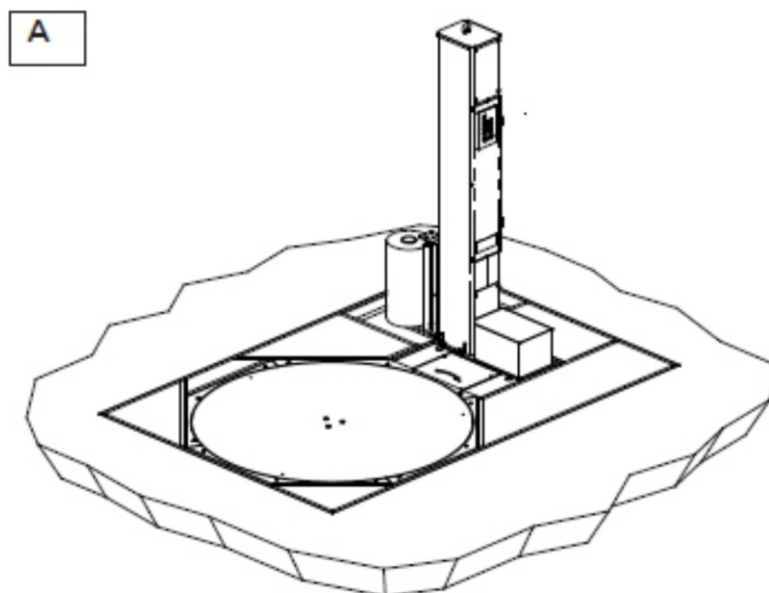

Fig. 2.3
- **recessed A** (Fig. 2.3) for facilitating loading and unloading the pallets as the turntable lies flush with the floor. The customer must prepare a suitably sized hole in the floor for containing the machine in its recessed version.
- **встроенная в пол A** (Рис.2.3) версия, которая позволяет облегчить процедуру загрузки и разгрузки поддона, поскольку поворотный стол находится на одном уровне с полом. Для установки станка во встроенной версии клиент должен сделать углубление в полу, соответствующего размера.